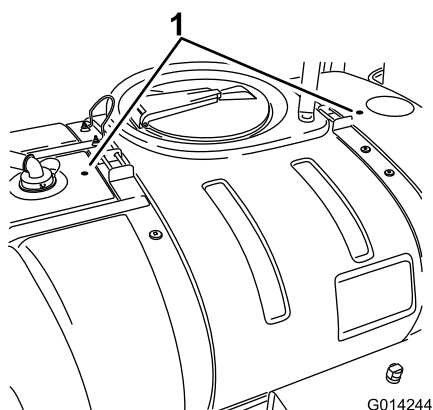

Figure 11
- Localisez les 2 repères de perçage sur la cuve principale (Figure 11).